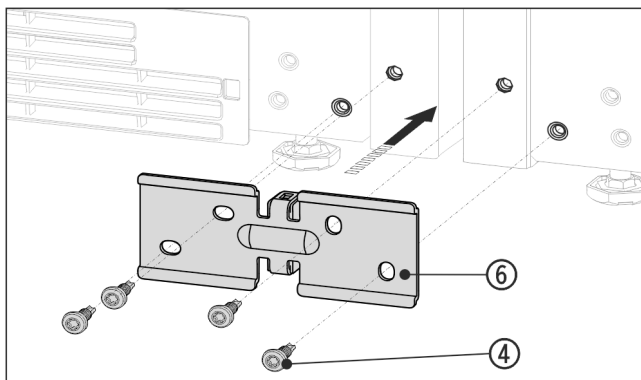

Fig. 15 Reprezentare exemplificativă
- Împingeți vinclul Fig. 15 (6) cu piesa de distanțare între aparate și prindeți-o cu 4 șuruburi Fig. 15 (4) fără a strânge.